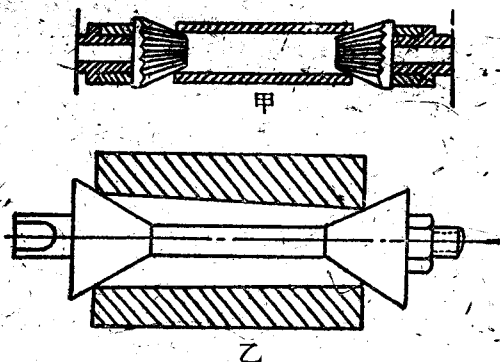

图 28
3)伞形軸胎 伞形軸胎的形狀如图 28 所示, 图中甲的軸胎上銑有牙齒, 它依靠錐形面上的齿嵌入工件, 而起夾紧作用。但不允許对材料有切削作用。图中乙多数用来加工有錐形孔的外圓工件。